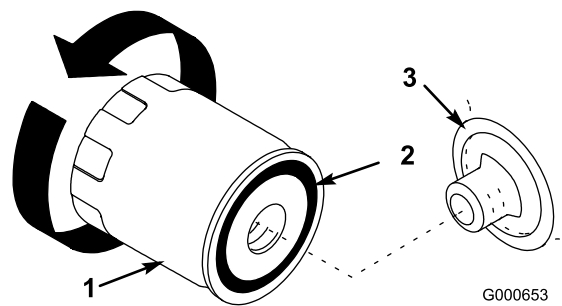

Bild 30
9. Ölen Sie die Gummidichtung am Ersatzfilter leicht mit Frischöl ein (Bild 30).
10. Setzen Sie den Ersatzölfilter auf den Filteradapter auf. Drehen Sie den Ölfilter nach rechts, bis die Gummidichtung den Filteradapter berührt. Ziehen Sie ihn dann um eine weitere halbe Umdrehung an (Bild 30).
8. Entfernen Sie den Altfilter und wischen die Kontaktfläche am Filteradapter (Bild 30) ab.